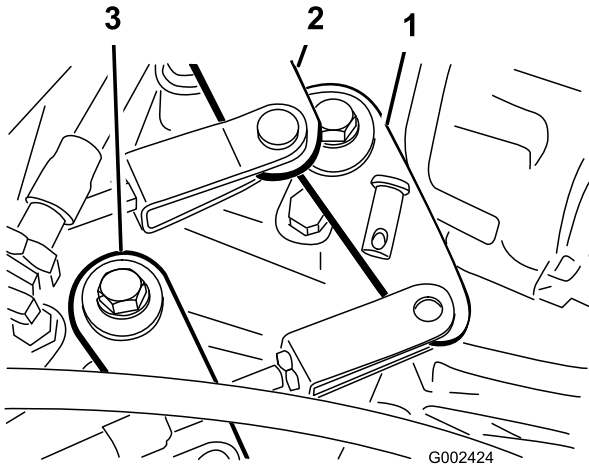

Bild 54
2. Nehmen Sie die Lastösenbolzen ab, mit denen die Schaltzüge an den Getriebeschalthebeln befestigt sind (Bild 54).
1. Nehmen Sie die Lastösenbolzen ab, mit denen das Kabel (schneller/langsamer Gang) am Getriebe befestigt ist (Bild 54).